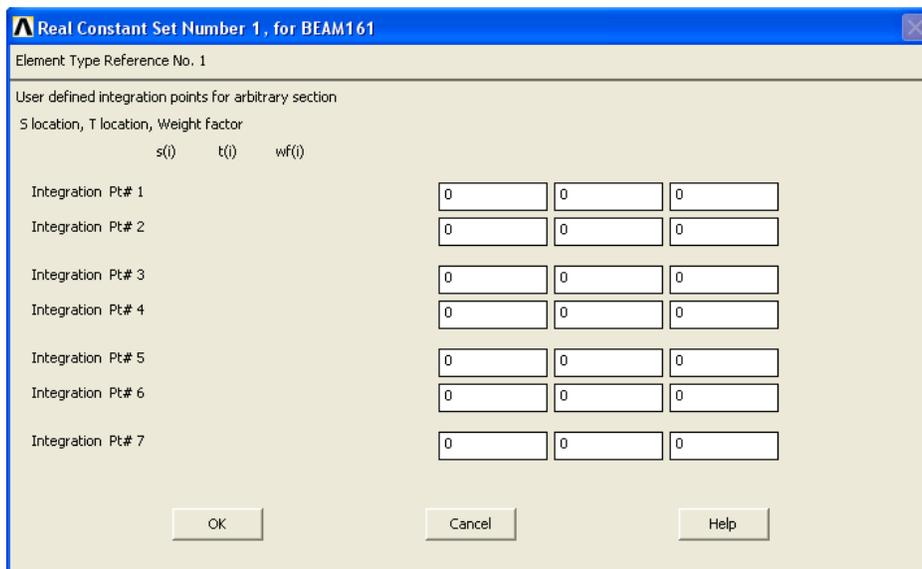
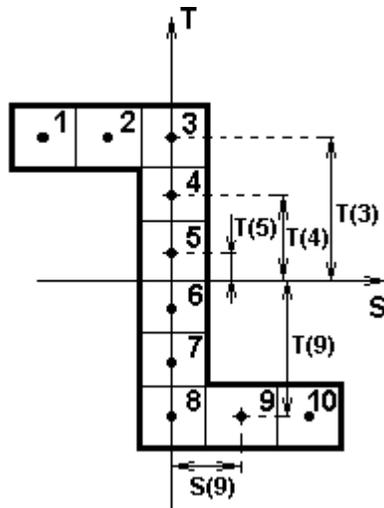

Рисунок 70. Четвертое окно *Real Constant Set Number 1, for BEAM161* для *Non-Standard* сечения
Рисунок 71. Расположение 10 точек интегрирования, и соответствующих массивов $S(i)$ и $T(i)$ на Z сечении
- В другом случае (выбрана на предыдущем шаге опция *Non-Standard(def)* и указаны значения параметров *No. of int. pts NIP* и *Relative Area RA*), появится четвертое окно, в котором будет необходимо ввести три массива: массив *t*-координат точек интегрирования $T(i)$, массив *s*-координат точек интегрирования $S(i)$ и массив весовых коэффициентов $WF(i)$, где i – индекс точки интегрирования (Рисунок 70, Рисунок 71) и нажать **OK**.